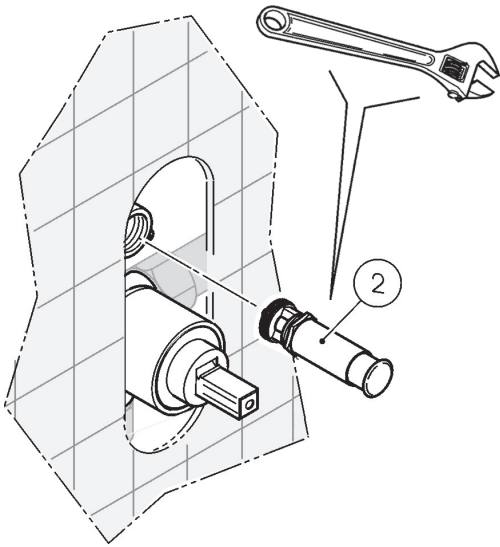

Fig. 15
- Avvitare la nuova cartuccia deviatore (2) e bloccare. (Fig.15)
- Screw in the new diverter cartridge (2) and lock into place (Fig. 15).